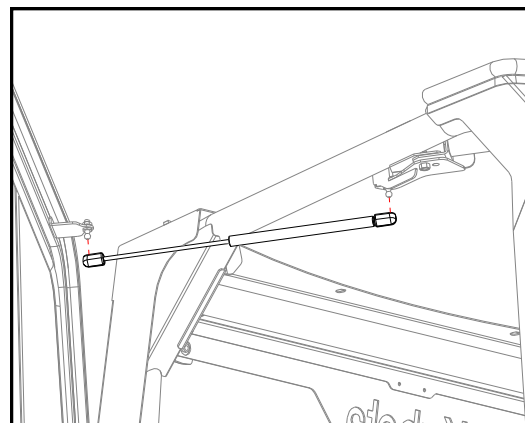

Fig. 22
22. Installez le choc de gaz sur des goujons de boule avec l'extrémité de tige vers la porte. (voir fig. 22)